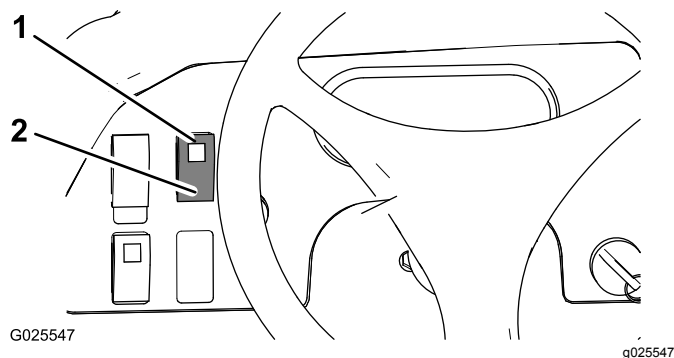

Figura 24
- Alzate l'interruttore di blocco differenziale per bloccare il differenziale (Figura 24).
- Alzate l'interruttore di blocco differenziale per sbloccare il differenziale (Figura 24).